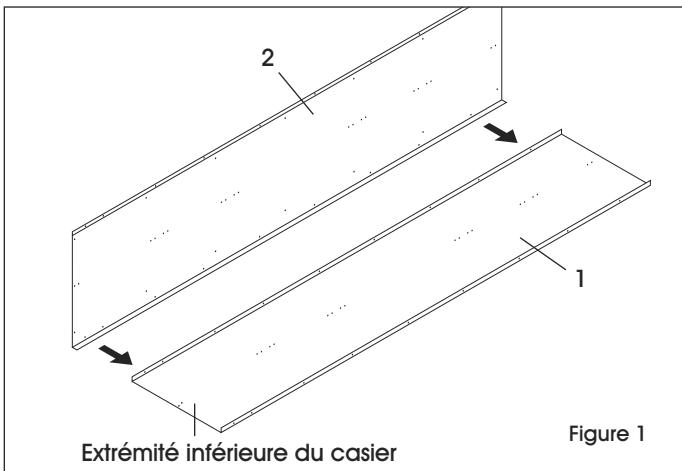

Figure 1
1. Placez le panneau arrière (1) sur une surface plane protégée, brides vers le haut.
2. Boulonnez le panneau latéral (2) au panneau arrière (1) de façon à ce que la bride latérale s'ajuste autour de la partie arrière (utilisez 8 boulons et écrous, écrous du côté intérieur). N'utilisez pas les deux trous du bas; ils serviront à fixer les pieds à l'étape 6. (Voir Figure 1)